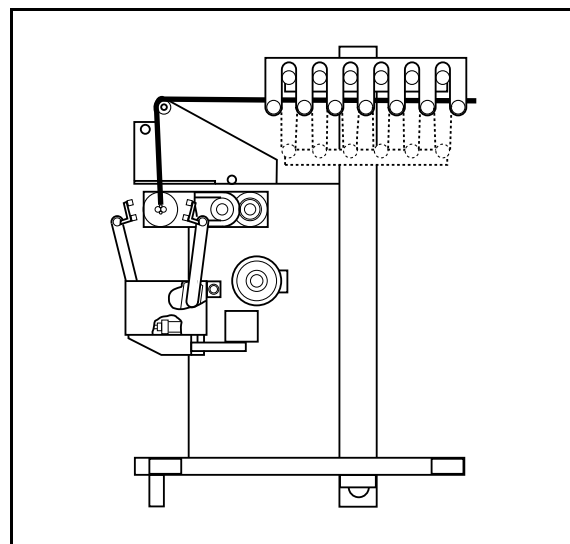

Abb. 31 Einfädeln der Bahn
- 1 Fädeln Sie das freie Ende der Bahn durch den Schlitz zwischen den Spannrollen in den Akkumulator. Abb. 31.